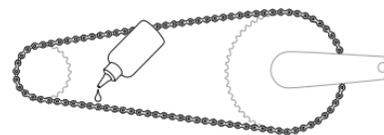

Abb. 2.3: Schmiermittel auf den unteren Kettenabschnitt auftragen.
**TIPP:** Trage das Schmiermittel auf der unteren Kettenhälfte auf und halte ein Tuch darunter. Damit verhinderst du, dass das Schmiermittel auf die Kettenstrebe oder das Laufrad tropft, und sorgst dafür, dass der ganze Prozess weniger schmutzig ist (Abb. 2.3).